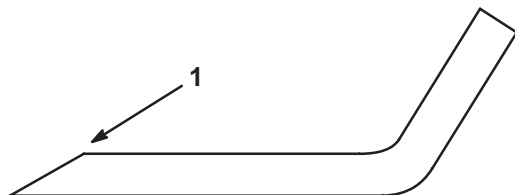

Bild 32
1. Schärfen Sie die Schnittkante an beiden Enden des Schnittmessers mit einer Feile (Bild 32). Behalten Sie den ursprünglichen Winkel bei. Das Messer bleibt ausgewuchtet, wenn Sie die gleiche Menge Metall von beiden Schnittkanten entfernen.